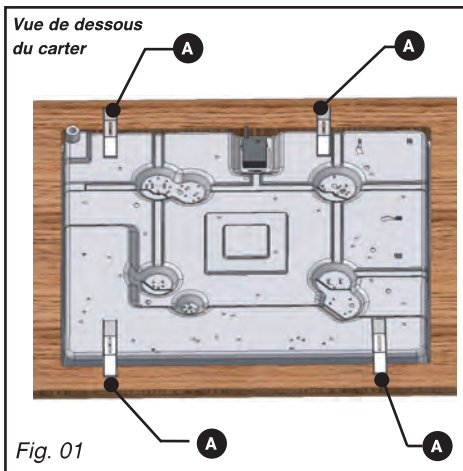
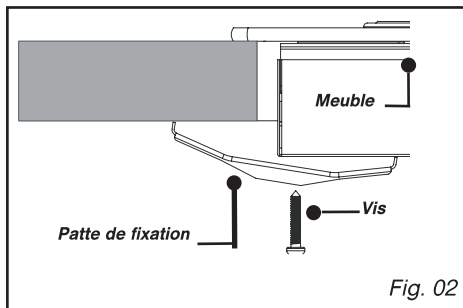

Fig. 01
Fig. 02
Se conformer au croquis (Fig. 01).
– Pour assurer l'étanchéité entre le carter et le plan de travail, collez le joint mousse **sur le pourtour extérieur du carter** (Fig. 02).
– Vous pouvez immobiliser, si vous le désirez, la table au moyen de pattes de fixation livrées avec leur vis (Fig. 02) se fixant aux coins du carter. **Utilisez impérativement les trous prévus à cet effet suivant le dessin ci-dessus (Fig. 01).**
– **Raccordement avec un tuyau flexible** caoutchouc renforcé **à embouts mécaniques** vissables (conforme à la norme XP D 36-112) dont la durée de vie est de 10 ans (Fig. 02).